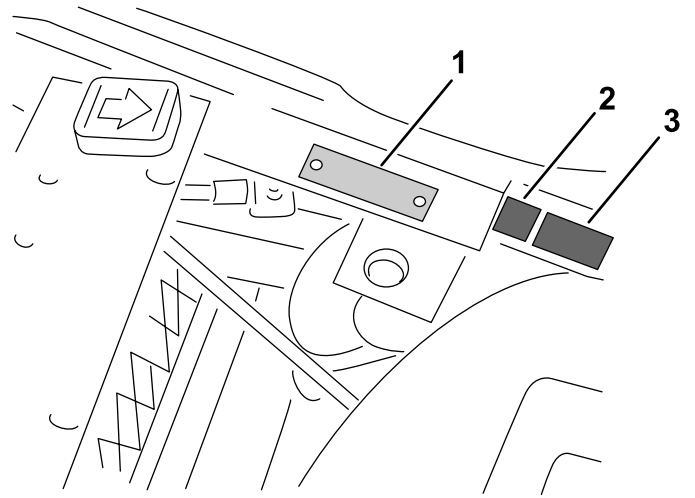

Figura 13
- Aplique o autocolante de conformidade CE e o autocolante de ano de fabrico perto da placa do número de série no suporte do apoio de pé (Figura 13).